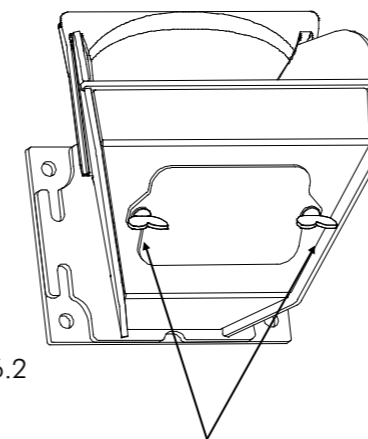

Fig. 6.2
- Basculer la trappe du brûleur pour accéder à l'allumeur et son support (Figure 6.2)